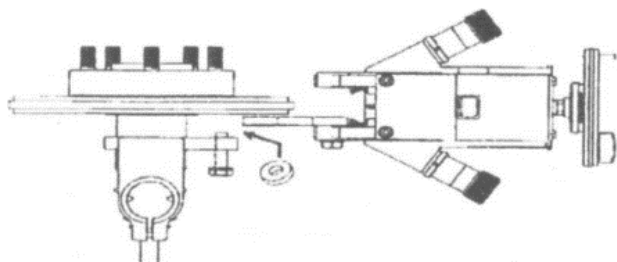

Рисунок 19
7.6.1 Установите CL-801 в требуемое положение (рис. 19 и 20)